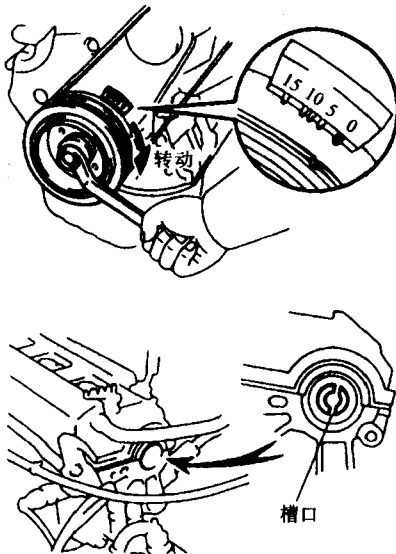

图 9 将分电器驱动机构置于上止点
2) 顺时针转动曲轴，将进气凸轮轴的槽口置于要求的位置，以使第一缸活塞处于压缩冲程的上止点(见图 9)。